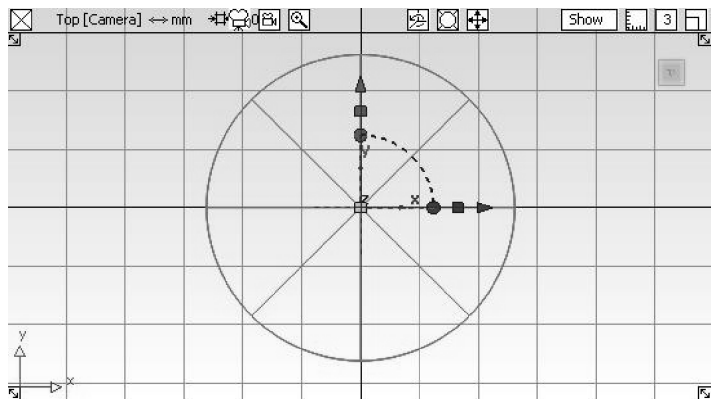

图 5-59 创建圆柱体
- 02 在透视窗中通过【ViewCube】工具，切换到【Top】正交视窗。选择【Cylinder】工具，按住键盘上的【Alt】键，在【Top】正交视窗中，创建一个圆柱体，使其中心位于坐标原点，如图 5-59 所示。